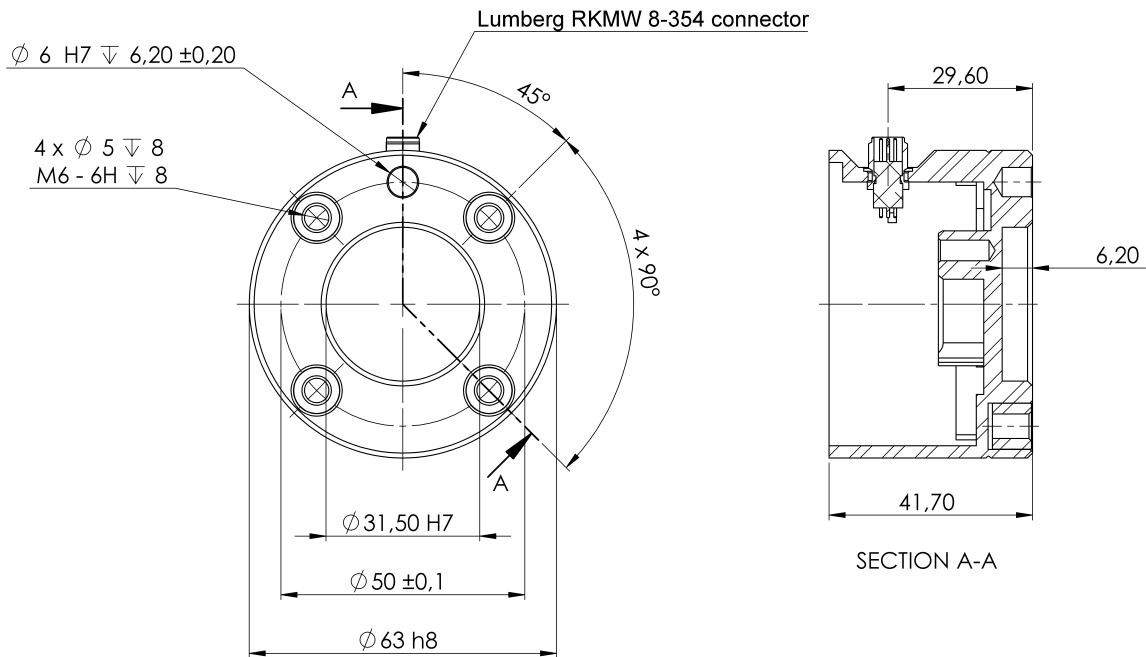

Figura 4.2: Flanșa de ieșire a sculei (ISO 9409-1-50-4-M6) este locul unde scula se montează la vârful robotului. Toate măsurile sunt în mm.
**Sculă** Flanșa sculei robotului are patru găuri filetate M6 pentru atașarea unei scule la robot. Șuruburile M6 trebuie strânse cu 8 N m, clasa de rezistență 8.8. Pentru o re poziționare precisă a sculei, folosiți un pin în cele Ø6 găuri existente. Figura 4.2 prezintă dimensiunile și șablonul de găuri de pe flanșa sculei. Se recomandă folosirea unei găuri radiale pentru pin pentru a evita supra-strângerea, menținând însă precizia de poziționare. Pentru montarea sculei nu folosiți șuruburi mai mari de 8mm. Șuruburile M6 foarte lungi pot apăsa pe fundul flanșei sculei provocând scurt-circuitarea robotului.